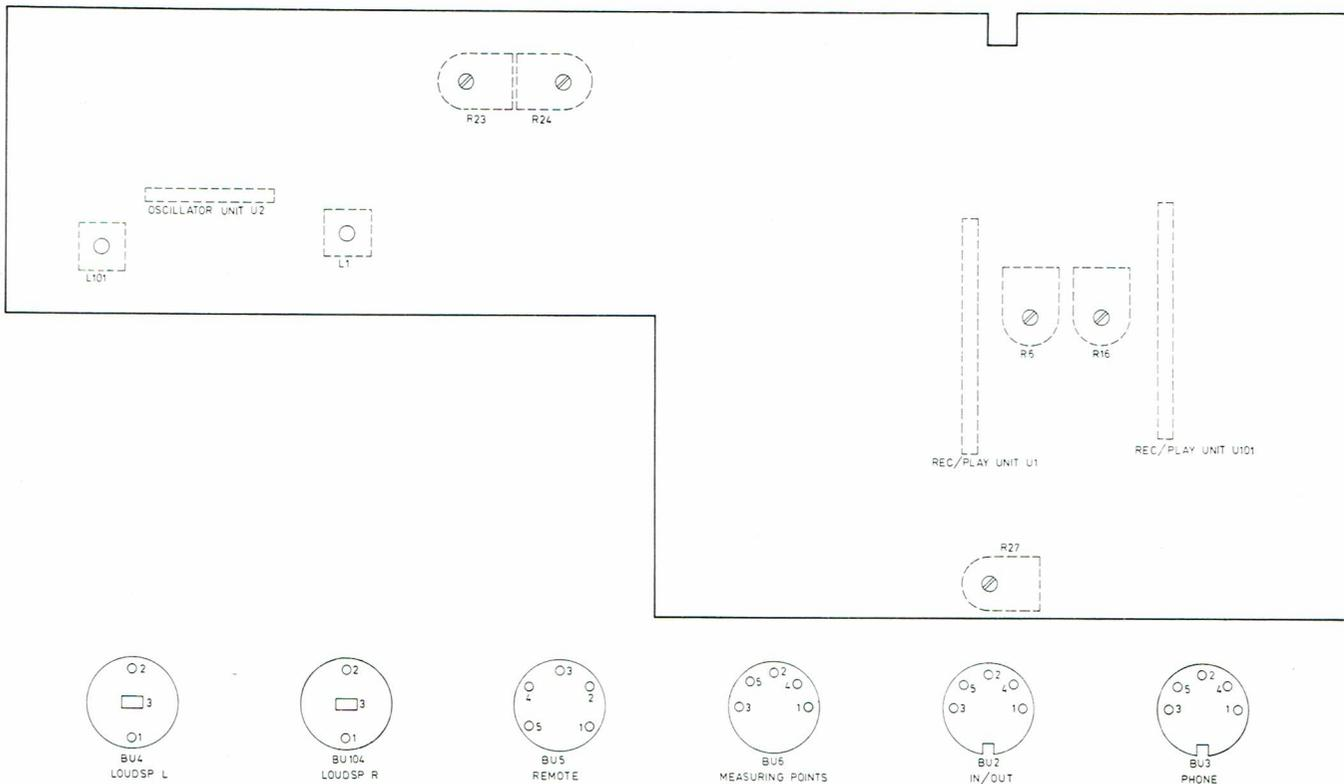

Fig. 14
**6. Réglage de la vitesse** (voir fig. 14)
- Régler alors la vitesse correcte en tournant le potentiomètre correspondant à cette vitesse (voir fig. 14 et le tableau ci-dessous).